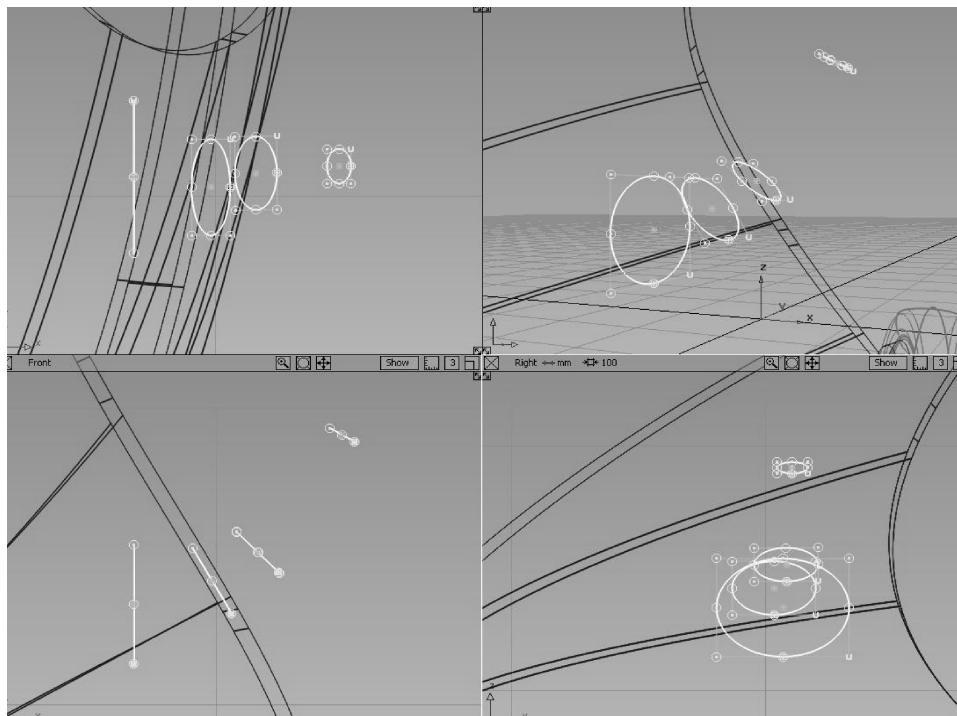

图 10-71 生成轮廓线
- 07 下面制作倒后镜。选择【Edit Point Curve】 , 生成如图 10-71 所示轮廓线。